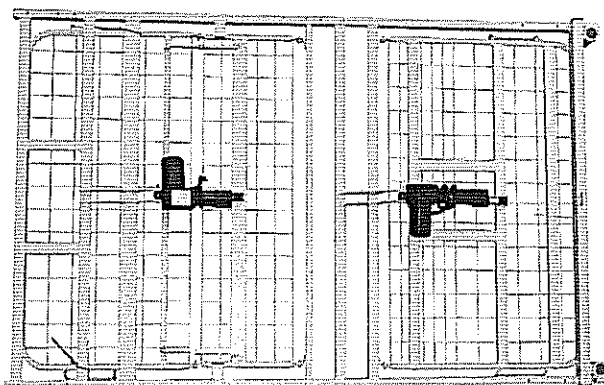

Abbildung 6
4. Die Fußauflage auf die Steckrohre im Kopfteil aufschieben und mit den vier verbliebenen Schraubenbolzen anschrauben. Nun die Schraubenbolzen festziehen (Abbildung 6).